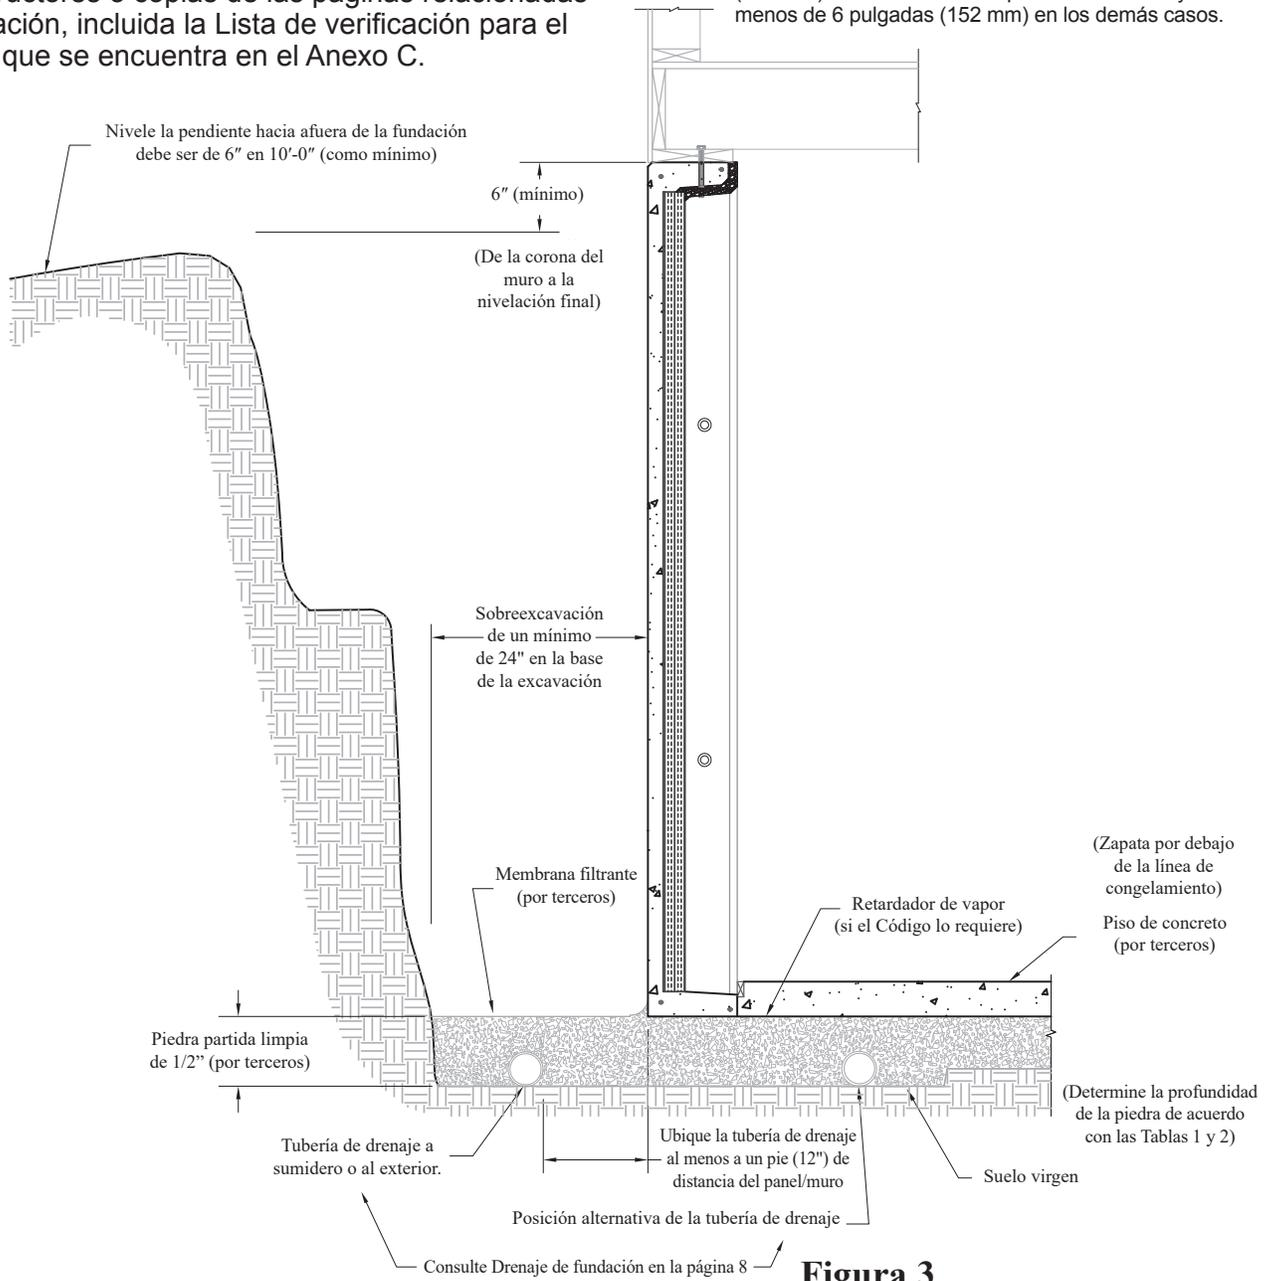

Figura 3
- Consulte la Figura 3 a continuación para conocer detalles de la excavación de sótano típica con relleno completo.